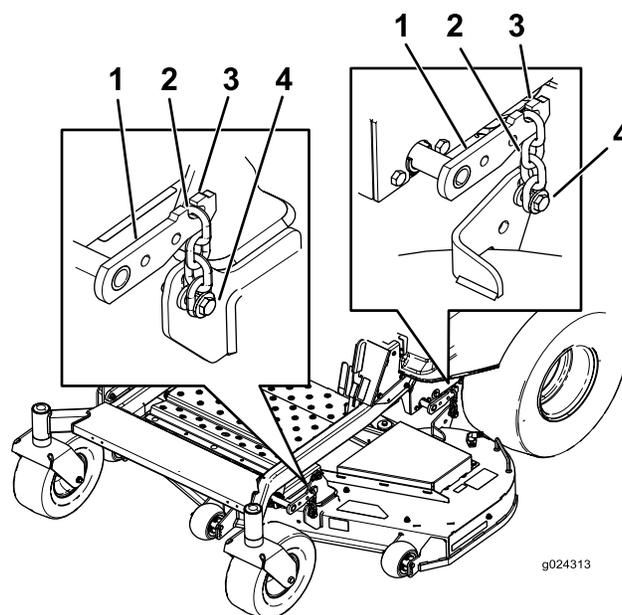

Figure 64
3. Détachez les chaînes des crochets sur les bras de levage du tablier (Figure 64).
6. Soulevez l'arrière du tablier de coupe et accrochez les chaînes aux bras de levage arrière (Figure 64).
7. Accrochez les chaînes avant aux bras de levage avant (Figure 64).